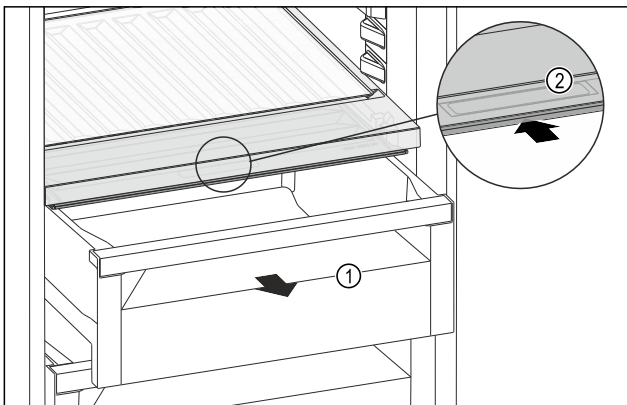

Fig. 196
- Retirer le tiroir Fig. 196 (1).
- Saisir la poignée encastrée Fig. 196 (2) du couvercle du compartiment et pousser le couvercle du compartiment vers l'arrière.